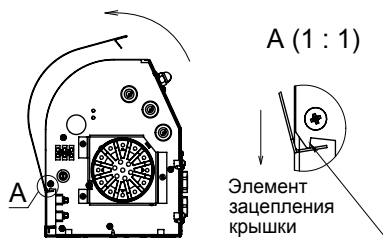

Рисунок 8
- Удерживая крышку за верхнюю часть, аккуратно вывести последнюю из зацепления с внутренними деталями завесы (см. рисунок 8, 9).